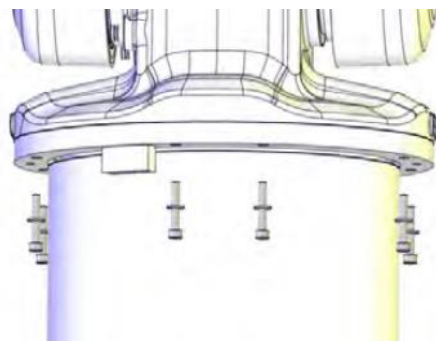

图1
(19) 小心谨慎地将其余线缆推入摆动壳。将摆动板与摆动壳之间接触面上的旧密封胶残留物和其他污染物擦干净。小心谨慎地将摆动壳移到线缆线束上，并将其放到安装位置。
(20) 此时，用螺钉固定摆动壳（拧紧转矩4 Nm）。（如下图1所示）